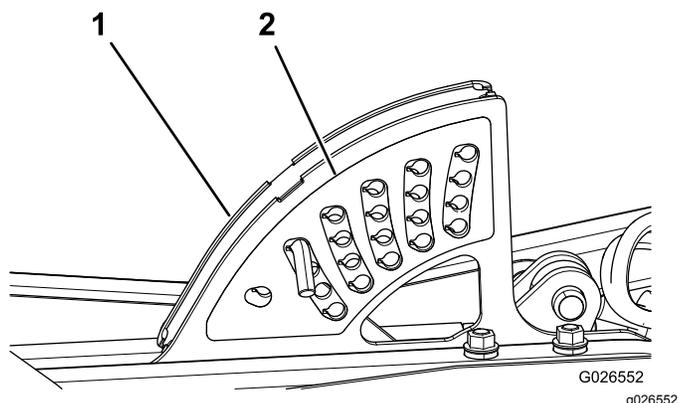

Figura 5
1. Rimuovete l'adesivo esistente dell'altezza di taglio dalla staffa dell'altezza di taglio sulla macchina (Figura 5).